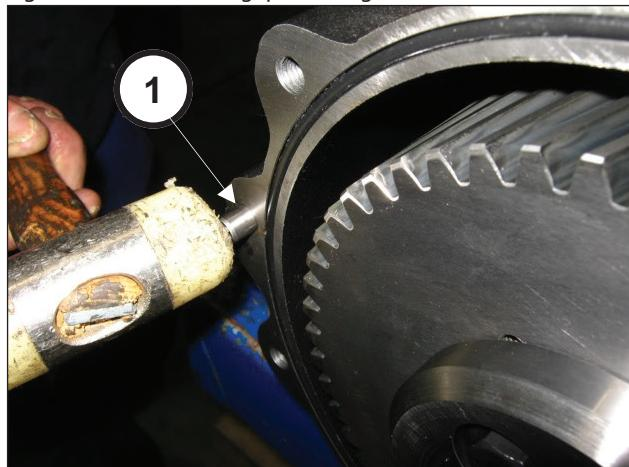
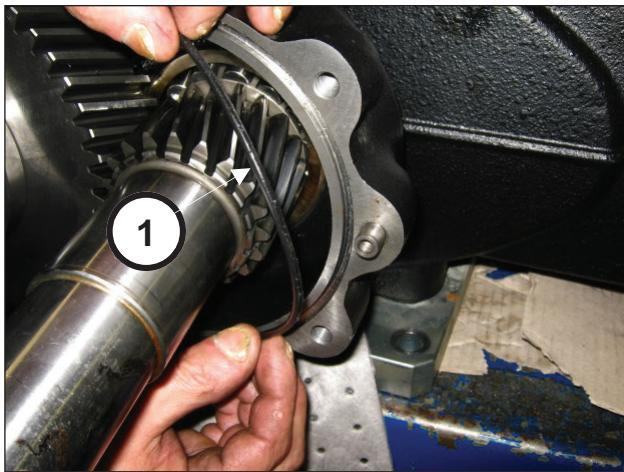

Fig. 70
Fig. 71
Applicare le 2 spine Ø10x24 alla scatola riduttore (pos. ①, Fig. 70) e inserire l'O-ring (pos. ②, Fig. 71).